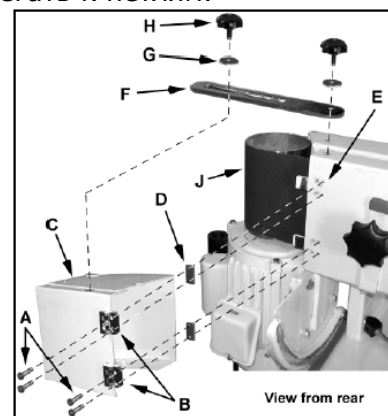

Рис. 5
Закрепите кожух вала (С) (Рис. 5) четырьмя винтами M4x20 (A). Две прямоугольные вставки (D) необходимо вмонтировать между петлями (B) и кожухом шлифовальной ленты (E). Вставки с закруглёнными краями должны прилегать к петлям.